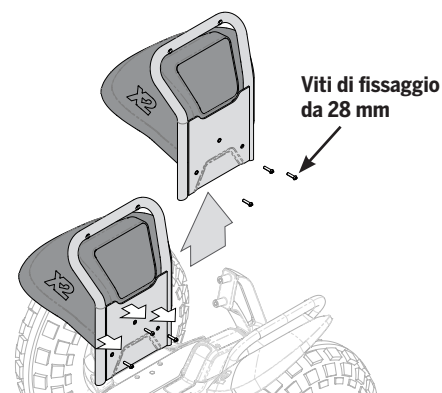

Figura 3. Rimozione del telaio del parafango per x2 SE
2. Rimuovere le tre viti di fissaggio da 28 mm utilizzando una chiave a brugola da 4 mm e riporle in un luogo sicuro (vedere **Figura 3**).